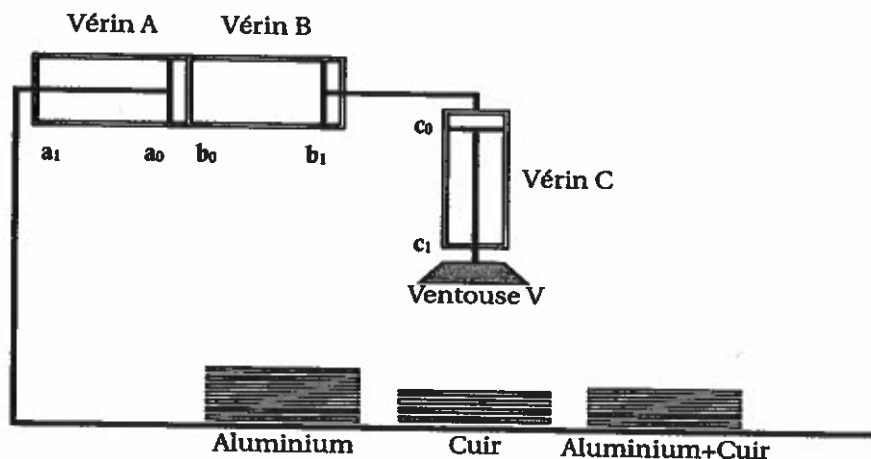

Figure 1 : Machine à empiler
**Traitement de l'arrêt d'urgence** : toutes les actions en cours doivent être désactivées suite à l'appui sur le bouton d'arrêt d'urgence **au**. Avant que le système ne puisse reprendre de nouveau son fonctionnement, le bouton réarmement **rear** devra réinitialiser la partie opérative en ramenant les vérins à la position initiale (comme indiqué dans la figure1). Un voyant rouge **RO** indiquera alors que le système est en mode défaillance, un autre voyant vert **VE** indiquera que le système est hors état de défaillance.